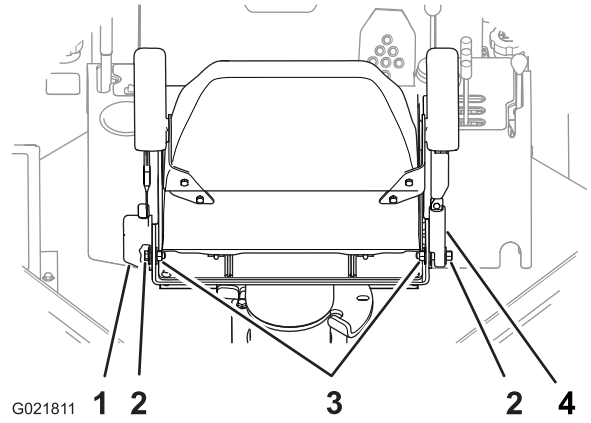

Рисунок 96
3. Проверьте, чтобы болты и гайки крепления устройства выдвижения ремня безопасности и пряжки были затянуты с моментом от 7,8 до 9,6 Нм (от 69 до 85 фунт-дюймов); см. Рисунок 96.